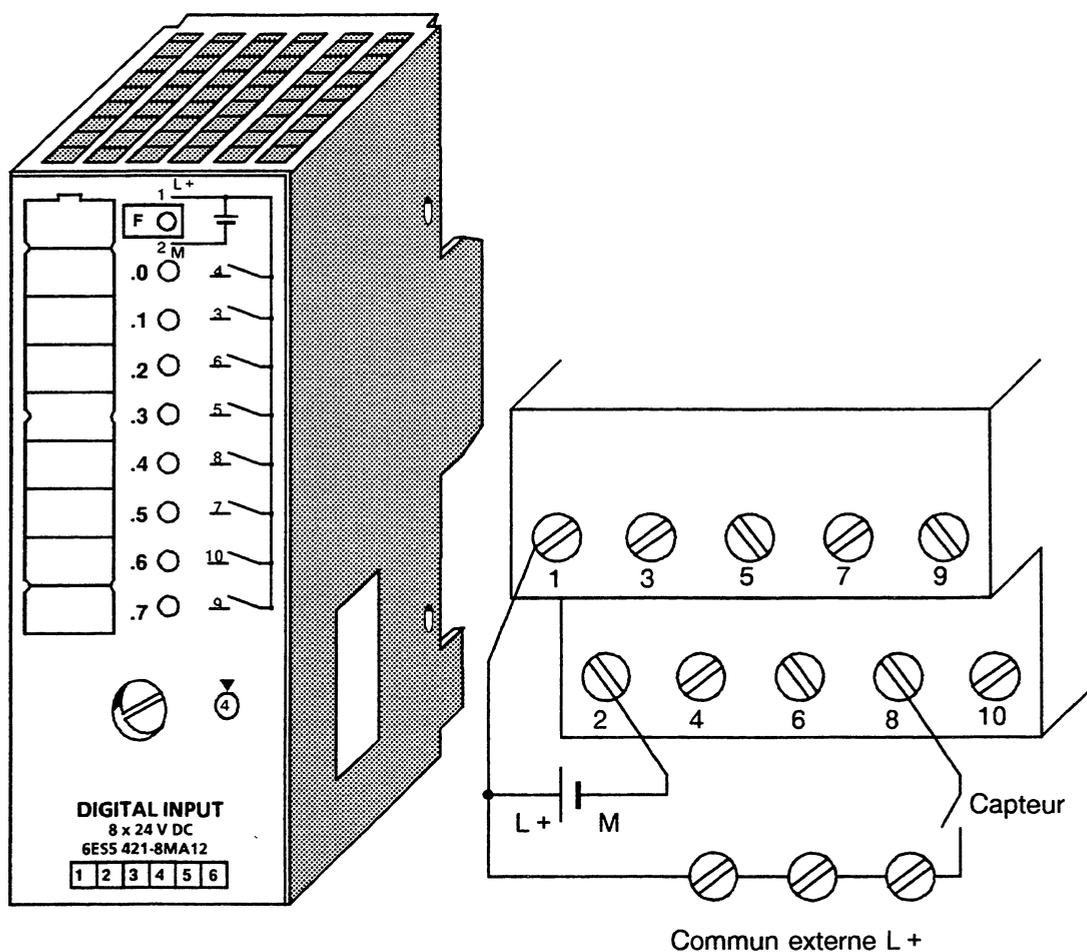

Fig. 3.14 Raccordement d'un capteur à la voie 4
**Exemple :** Un capteur doit être raccordé à la voie 4 d'un module d'entrées enfiché sur l'emplacement 3 (adresse E 3.4) (cf. figure 3.14).